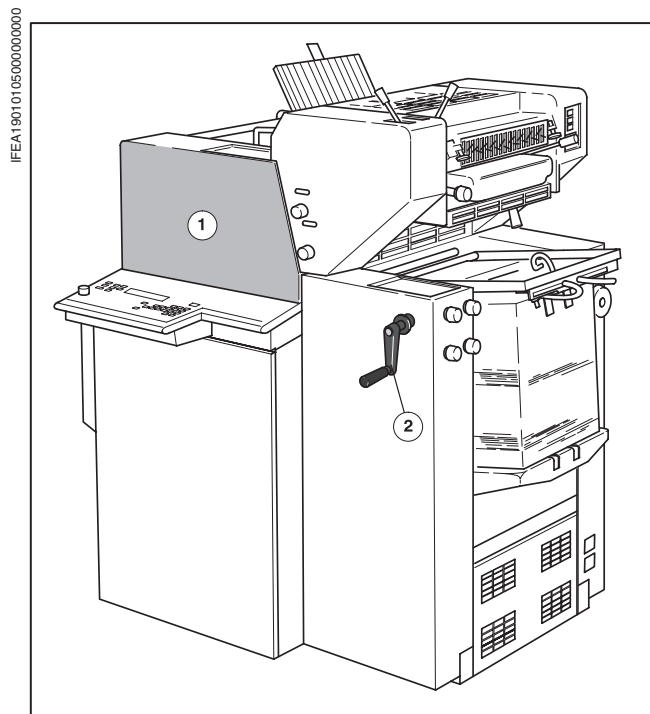

Рис. 8 Кривошипная рукоятка самонаклада
Машина может приводиться в действие с помощью обеих кривошипных рукояток для транспортировки стапелей; для этого нужно в оправку под защитной дверцей на ПС (Рис. 8/①) вставить кривошипную рукоятку.
Кривошипная рукоятка для транспортировки стапелей на самонакладе (Рис. 8/②) защищена от случайного приведения в действие.